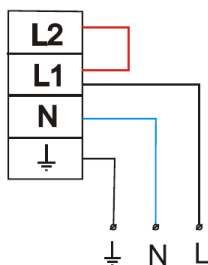

Рис.1
- 3.2 Сетевой кабель (сечение провода - от 1,0 мм² до 2,5 мм²) пропускается через сальник и присоединяется к клеммной колодке: L1- постоянная фаза; N- нейтраль. Провод заземления должен быть присоединен к соответствующей клемме колодки (см. рис. 1).